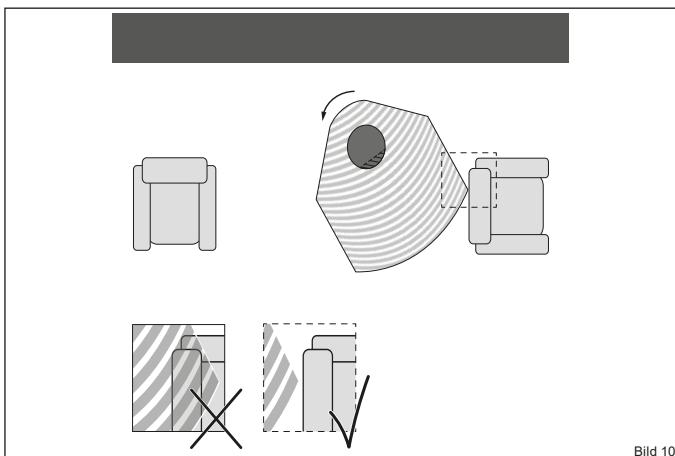

Bild 10
- In dem eingestellten Drehwinkel des Kaminofens darf sich innerhalb des Strahlungsbereiches kein brennbares Material wie, z. B. Möbelstücke befinden. (Bild 10 und Bild 11).